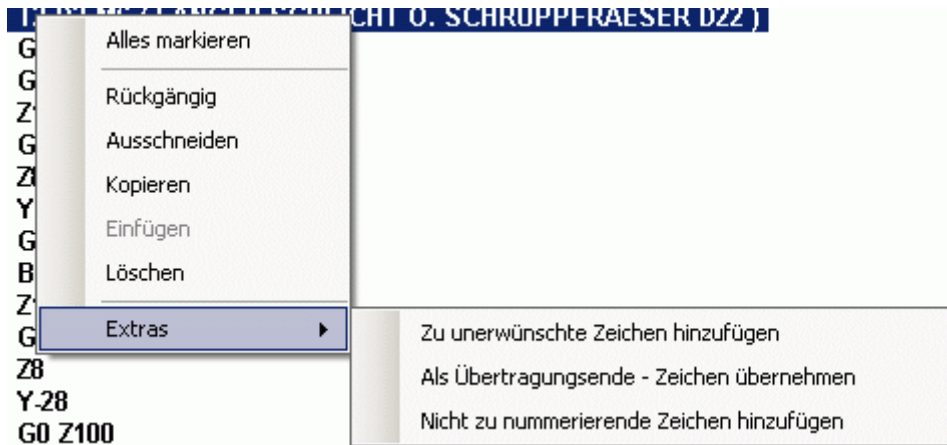

Abbildung 12: Kontextmenu Editor
13.1. Manchmal kommt es vor, dass die Maschine „komische Zeichen“ sendet wie z. B. wenn die Maschine ausgeschaltet wird, diese Zeichen werden meist als Quadrate dargestellt oder als andere unlesbare Zeichen. Diese können Sie im Editor markieren und zu unerwünschten Zeichen hinzufügen. Gehen Sie dazu wie folgt vor: markieren Sie das Zeichen und klicke auf die rechte Maustaste, gehen Sie auf ‚Extras‘ und klicken auf ‚Zu unerwünschte ...‘ wie in Abbildung 12